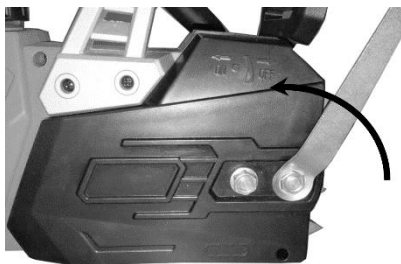

Abb. 2
- Befestigungsschraube der Kettenradabdeckung lösen (Abb. 2).
- Befestigungsschraube der Kettenradabdeckung um mehrere Drehungen lösen (Abb. 2).